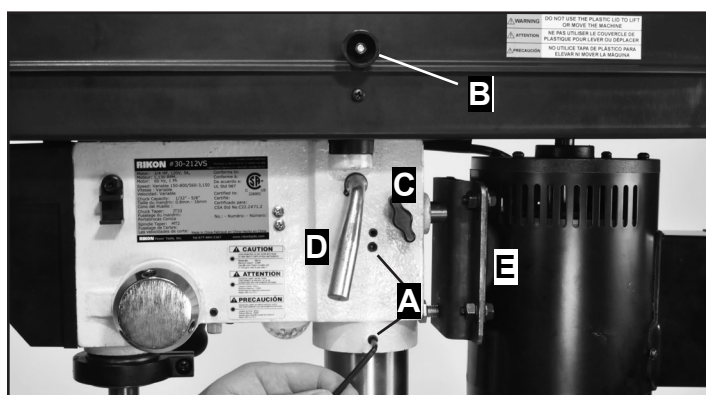

FIG. 6
2. Fixez la tête de la perceuse à colonne sur la colonne en serrant les deux vis de réglage (#3) situées sur le côté droit de la tête. FIG. 6, A.
3. S'il n'est pas préinstallé en usine, installez le petit bouton du couvercle de la poulie (#109) sur le côté droit du couvercle supérieur. Ouvrez le capot de la courroie et insérez le boulon de la machine (#108) dans le trou du couvercle de l'intérieur. Placez le bouton sur le boulon, à l'extérieur du couvercle de la courroie, et fixez-le en place à l'aide de l'écrou (#110). Fixez le couvercle en place en tournant le bouton. FIG. 6, B.
REMARQUE: Les figures 6 et 7 illustrent également les boutons de verrouillage du moteur (#67, C), le levier de tension (#89, D) et l'ensemble de montage du moteur (E) référencés à la section Modification des vitesses de forage, page 14.
2. Relâchez la tension de la courroie en rapprochant le moteur de la tête moulée. Desserrez les deux boutons de verrouillage (n° 67) et avec une clé de 16 mm, tournez le boulon de mise à niveau de la plaque du moteur (n° 137) dans le sens des aiguilles d'une montre vers le moteur. Ensuite, tirez le levier de tension (n° 89) vers l'avant pour déplacer l'ensemble de montage du moteur vers l'avant. Voir page 10, figures 6 et 7 pour l'identification des photos de ces pièces